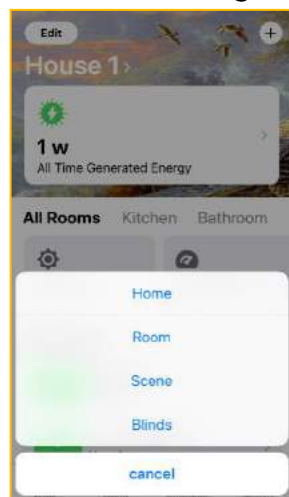

Abbildung 17
10.5.2 Im angebotenen Menü **Home** auswählen (Abb. 17).